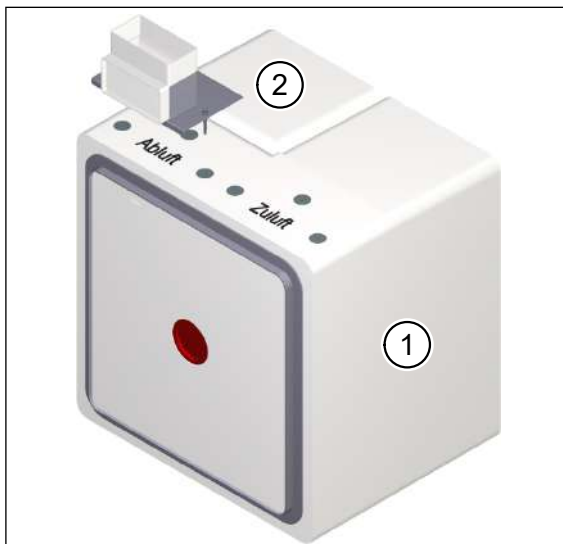
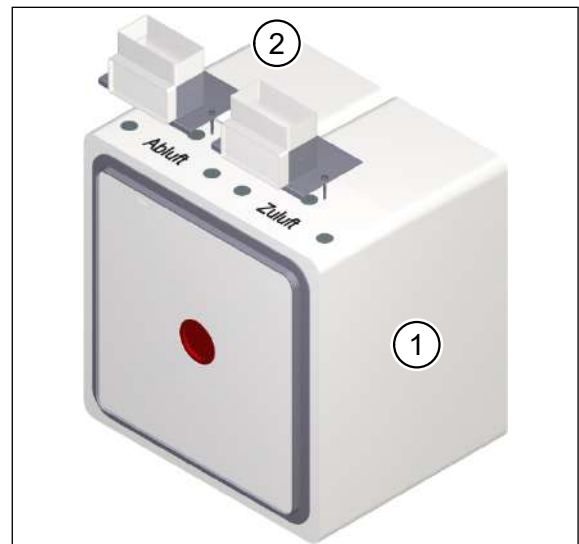
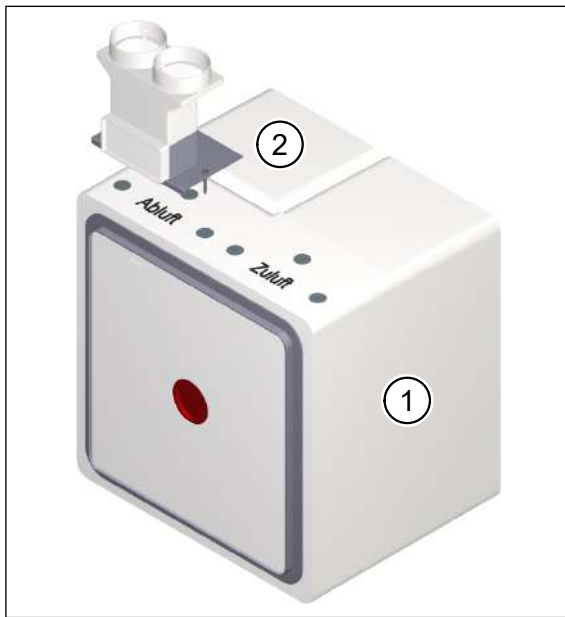
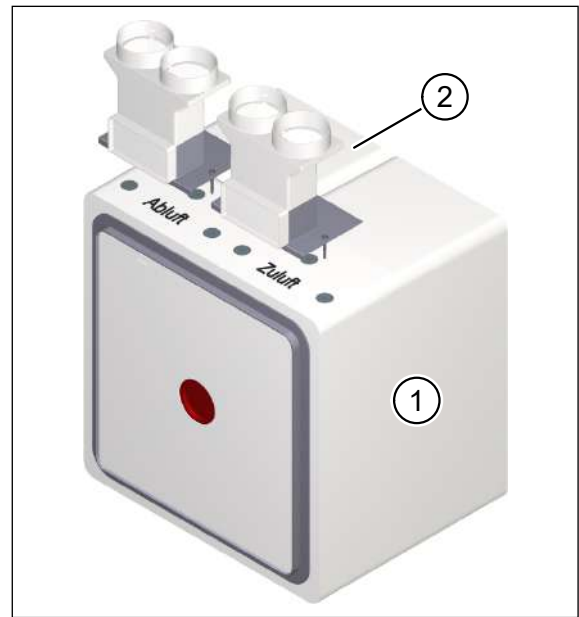

Abb. 1: Montageset M-WRG-M/MB-F mit Flachkanalanschluss abluftseitig und optionalem Füllstück M-WRG-M/Fü
Abb. 2: Montageset M-WRG-M/MB-F mit Flachkanalanschluss abluft- und zuluftseitig und optionalem Füllstück M-WRG-M/Fü
Abb. 3: Montageset M-WRG-M/MB-F mit Flexrohranschluss abluftseitig und optionalem Füllstück M-WRG-M/Fü
Abb. 4: Montageset M-WRG-M/MB-F mit Flexrohranschluss abluft- und zuluftseitig und optionalem Füllstück M-WRG-M/Fü
- M-WRG-M/MB-F mit einem Flachkanalanschluss 110 x 54 mm für Abluft **oder** Zuluft (siehe Abb. 1)
- M-WRG-M/MB-F mit zwei Flachkanalanschlüssen 110 x 54 mm für Abluft **und** Zuluft (siehe Abb. 2)
- M-WRG-M/MB-F mit einem Flexrohranschluss 75 mm für Abluft **oder** Zuluft (siehe Abb. 3)
- M-WRG-M/MB-F mit zwei Flexrohranschlüssen 75 mm für Abluft **und** Zuluft (siehe Abb. 4)
Falls im Neubau für das Montageset eine komplette Maueröffnung oder in der Nachrüstung ein kompletter Mauerdurchbruch geplant ist, bietet sich zum Füllen der Wand das optionale Füllstück M-WRG-M/Fü (Pos. 2 in Abb. 1, Abb. 2, Abb. 3 und Abb. 4) an.